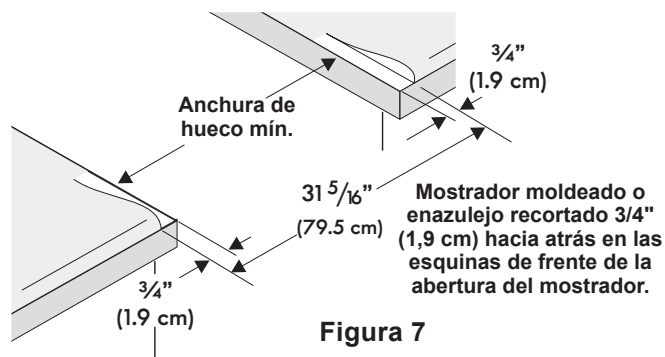

Figura 7
- **El reborde de frente de mostradores moldeados** deben tener bordes moldeados a 3/4" (1,9 cm) a partir de cada extremidad de la apertura (Figura 7).
- **Los mostradores enazulejos** deberán necesitar un recorte de 3/4" (1,9 cm) a partir de cada extremidad y/o un borde redondeado aplanado (Figura 7).